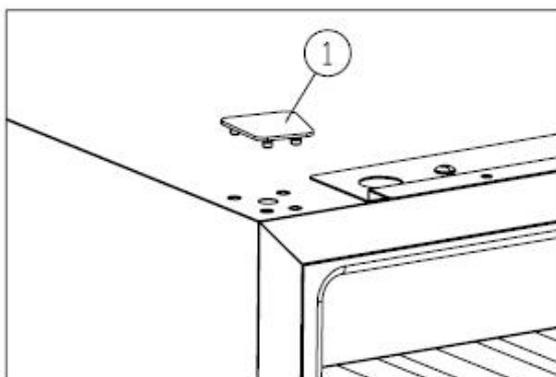

Abb. 3
- ✧ Die Abdeckung entfernen(1).[Abb. 3]